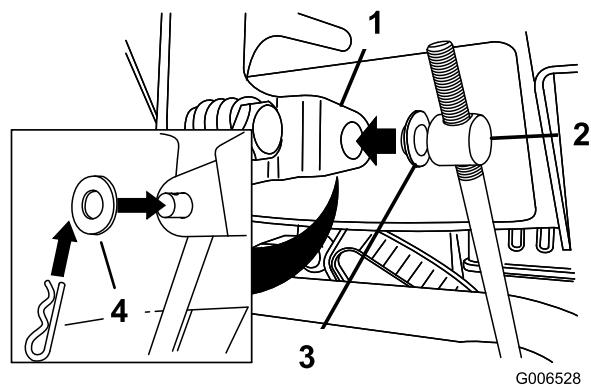

Figure 11
3. Retirez la goupille fendue et la rondelle extérieure du tourillon à l'extrémité supérieure de la tige de commande de vitesse (Figure 11).
Remarque: Pour faciliter l'installation, laissez la rondelle plate sur le tourillon (Figure 11).
6. Soulevez la tige de commande de vitesse et insérez le tourillon dans le trou du levier sélecteur de vitesses (Figure 11).
- B. Retirez le tourillon du sélecteur de vitesses (Figure 11).
- C. Tournez le tourillon vers le bas (sens horaire) sur la tige de commande de vitesse (Figure 11).
- D. Remettez le tourillon sur le sélecteur de vitesses (Figure 11).
- C. Tournez le tourillon vers le haut (sens antihoraire) sur la tige de commande de vitesse (Figure 11).